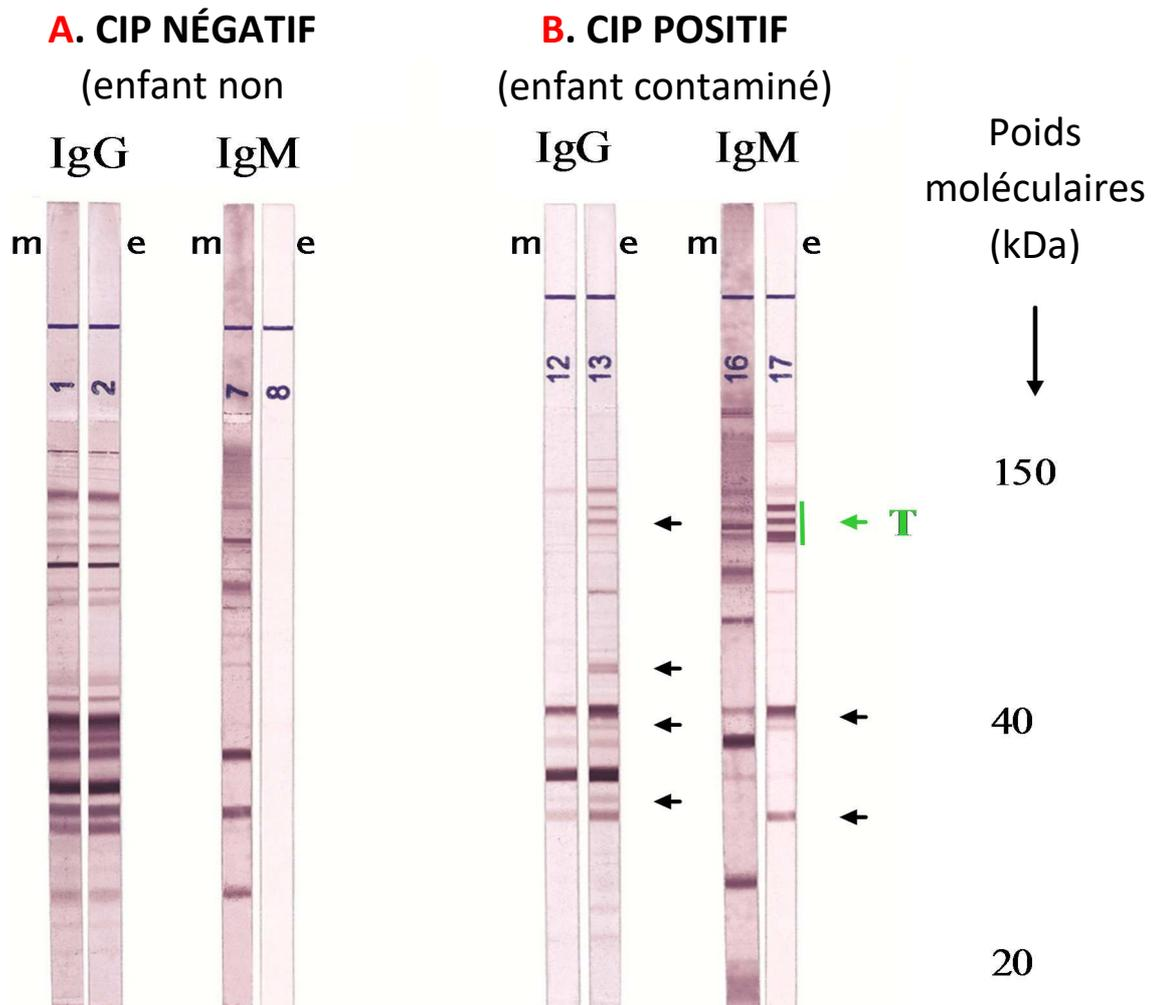

Fig. 1 : Toxoplasmose congénitale - exemples de résultats positifs et négatifs (m= mère ; e= enfant)
5. En opposition (toxoplasmose congénitale), une "triplette" (trois bandes très facilement reconnaissables) située entre 75 et 100 kDa est très souvent retrouvée sur les CIP-WB IgM positifs (voir « T » Fig. 1 bandelette N° 17 à droite).